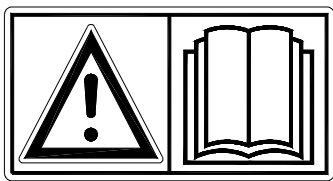

Fig. 1
**Lire et comprendre** (Fig. 1) le mode d'emploi avant la première mise en service de la Verti-Drain®. Si la machine n'est pas utilisée conformément aux instructions de ce manuel, il y aura risque d'accident corporel et/ou d'endommagement de la Verti-Drain®.
- (1) La Verti-Drain® est destinée uniquement à l'emploi sur des gazons ou des terrains où l'herbe pourrait pousser.